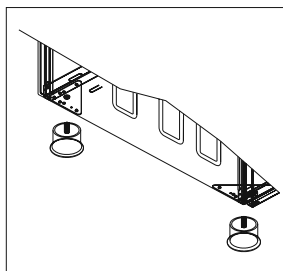
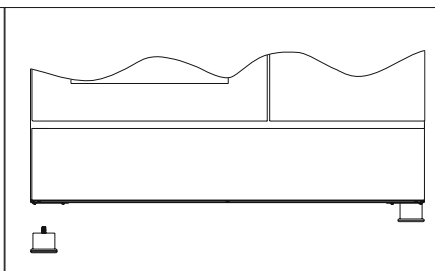

Figura 10
Figura 11
1. La barra di attacco è installata sotto la base del forno come illustrato nella. Su questa barra vanno applicati i dadi per l'avvitamento dei piedini (figura 10). Quindi avvitare i piedini sui dadi (figura 11).